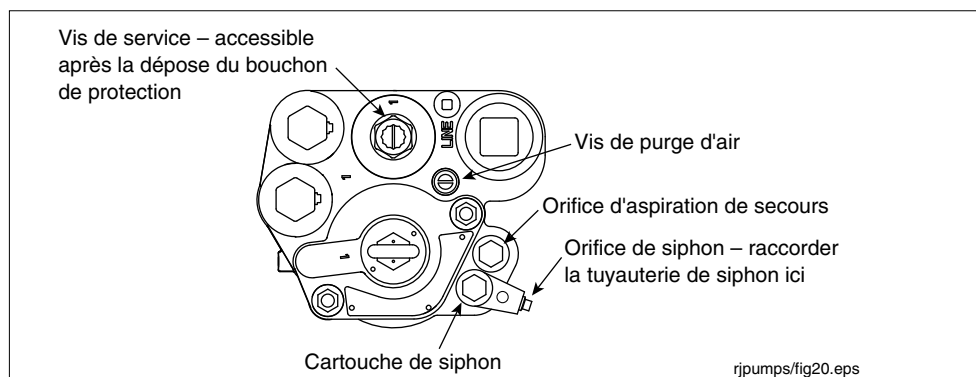

Figure 38. Orifices de siphon
2. Retirez et conservez le bouchon de protection au-dessus de la vis de service et vissez la vis (voir la Figure 38). Alors que la vis approche de sa position basse, vous entendez le système se dépressuriser. Continuez à tourner la vis jusqu'en butée. Une fois la vis tout en bas, dévissez-la de 4 tours pour lever le clapet antiretour et laissez le carburant se vider des cavités hydrauliques du collecteur.
3. Retirez l'un des deux bouchons d'orifices de siphon du collecteur (voir la Figure 38).
9. Dévissez la vis de purge d'air de 2 à 3 tours (voir la Figure 38).